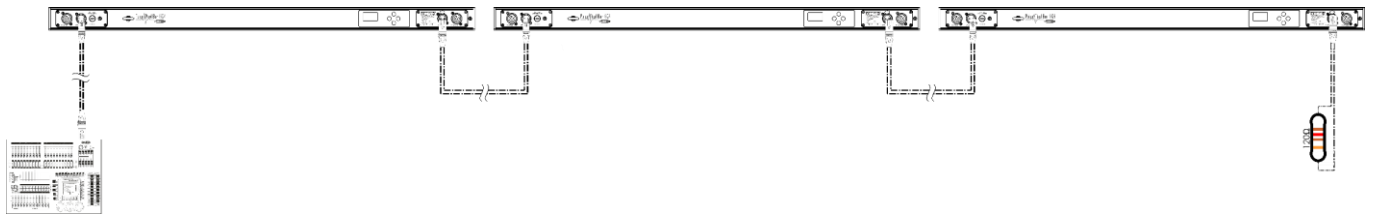

Fig. 04
- 04) Conecte las unidades entre ellas como se muestra en la Fig. 04. Para ello conecte un cable de señal DMX que vaya desde el conector DMX Output (salida) de la primera unidad hasta el conector DMX In (entrada) de la segunda unidad. Repita este proceso para interconectar las unidades segunda y tercera.